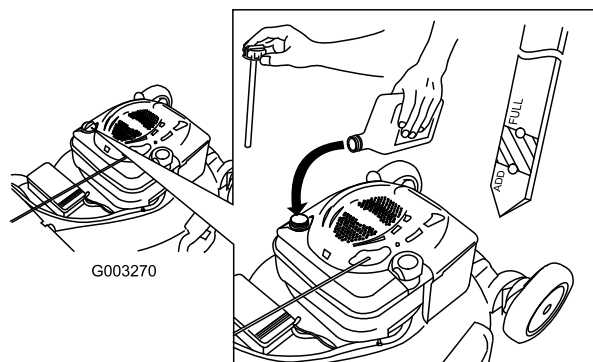

Figura 44
4. Versate **lentamente** l'olio nel tubo di riempimento finché non raggiunge il segno di pieno sull'asta (Figura 44). **Non riempite troppo.** (Riempimento massimo: 0,59 litri, tipo: olio detergente SAE 30 con service classification API SF, SG, SH, SJ, SL o superiore.)